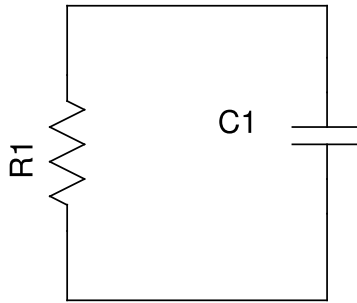

Figura 6.2
3. Com o capacitor carregado com 15V, monte o circuito da figura 6.2 para $R_1 = 10k\Omega$ e $C_1 = 1000\mu F$;